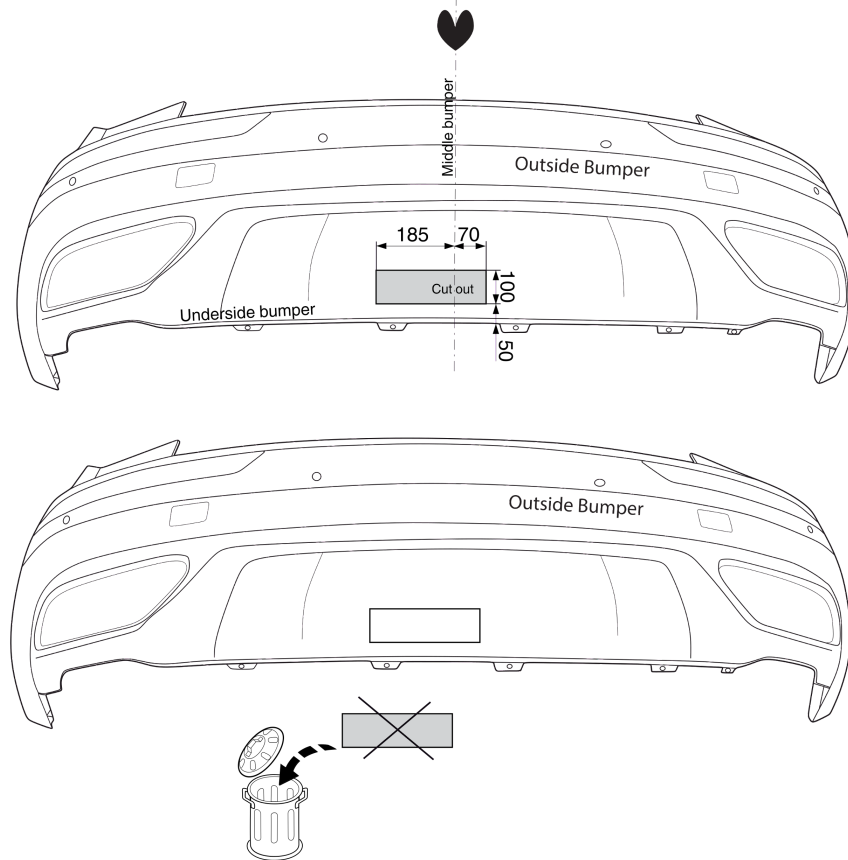

Fig. 2
8. Внимание! При необходимости: Выпилить обозначенные части, как указано на рис. 2.